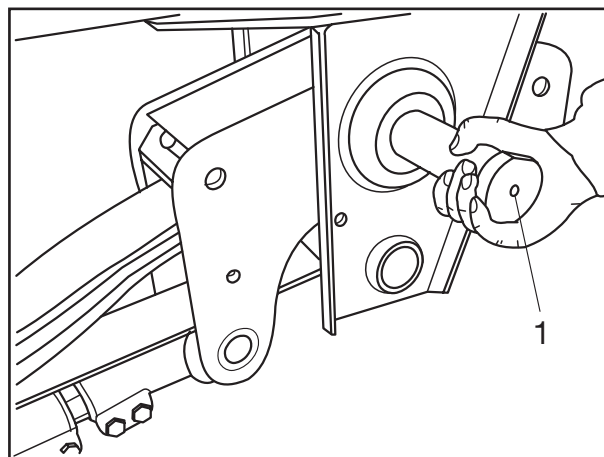

Рис. 9
- [18] Ввернуть смазочный ниппель в торец резьбового пальца (рис. 9/1) и смазать его специальной долговременной смазкой BPW ECO-Li 91 до выхода смазки из опоры.